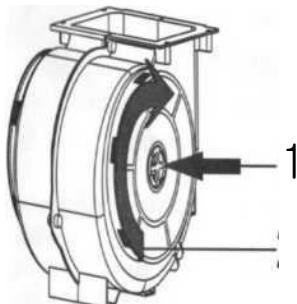

Figura 4: AF 100 filtro de carbono
1. Coloque o filtro de carbono no chassis. Figura 4
2. Gire o filtro de carvão no sentido horário e verifique se ele está corretamente instalado. Figura 4